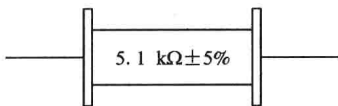
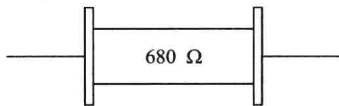

图 1-2 电阻标称值为 5.1 kΩ
图 1-3 电阻标称值为 680 Ω
(1)直标法：是将电阻器的标称阻值用数字和文字符号直接标在电阻体上，其允许偏差则用百分数表示。未标偏差值的即为 $\pm 20\%$ 。图1-2、图1-3的电阻标志方法即为直标法。